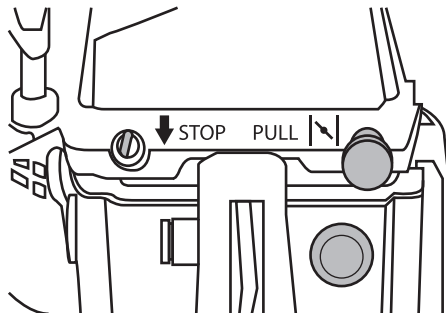

Abb. 16
1. Stellen Sie sicher, dass sich der vordere Handschutz (5) in hinterer Stellung befindet (siehe auch Abschnitt „10.1 Handschutz/Kettenbremse“).
2. Stellen Sie den Ein-/Ausschalter (19) auf Position „I“ (ein) (Abb. 16).